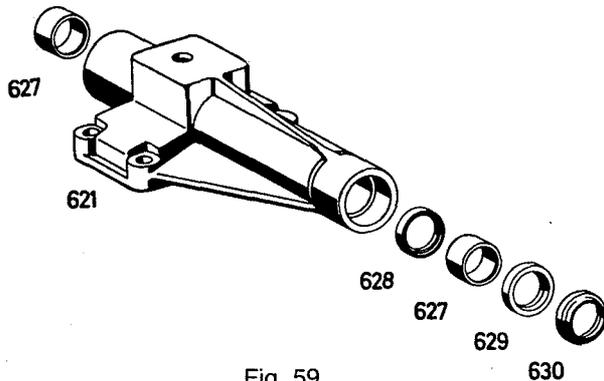

Fig. 59
Emmancher de l'intérieur un coussinet de palier (627) dans le fourreau long du boîtier de commande et enfoncer de l'extérieur la bague d'étanchéité (628), la lèvre d'étanchéité étant orientée vers l'extérieur, jusqu'à butée. Emmancher le deuxième coussinet de palier (627), plus profondément de 4 à 5 mm que l'épaulement d'appui pour la plus grande bague d'étanchéité (629). Placer la bague d'étanchéité (629), la lèvre d'étanchéité étant orientée vers l'intérieur et le joint raclleur (630), la lèvre d'étanchéité étant orientée vers l'extérieur (fig. 59). Les espaces libres entre le coussinet (627) et les deux bagues d'étanchéité (628 et 629) doivent être remplis avec de la graisse spéciale pour roulements. Introduire l'arbre de sélection (631) et, en même temps, faire glisser l'étrier de verrouillage (622) et le doigt de passage des vitesses (623). Introduire les goupilles élastiques (620 et 619) dans les alésages du doigt et de l'arbre.